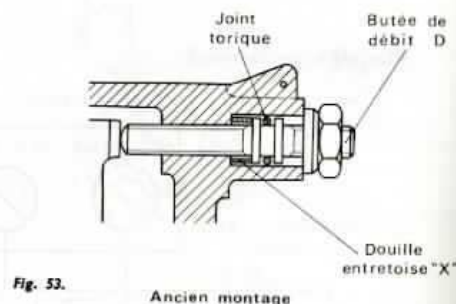

Fig. 53.
- La pompe tournant à la vitesse indiquée au point 1-3, régler le débit maximal indiqué en déplaçant la butée D (fig. 53).
- Choisir une douille appropriée (« X », fig. 53 et 54), de façon à limiter le déplacement de la butée D par rapport au débit pleine charge réglé (1/8^e de tour au maximum).